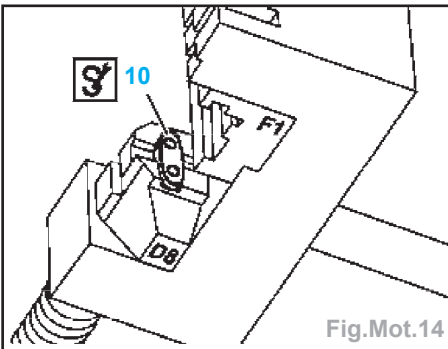

Fig.Mot.14
- disposer l'enclume de contre-appui (9) portant le chiffre D8 dans l'outil de rivetage (5).
- poser une plaquette extérieure neuve (10) dans la pièce d'appui (Fig.Mot.14).